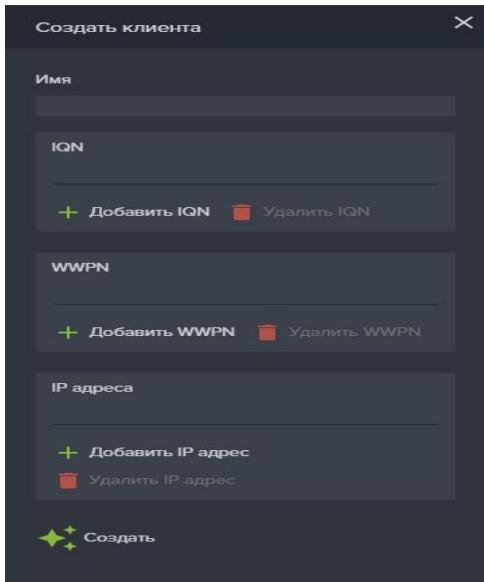

Рисунок 28. Окно создания клиента
- В области «Клиенты» нажмите кнопку «Создать нового клиента». Откроется одноименное окно (см. Рисунок 28);